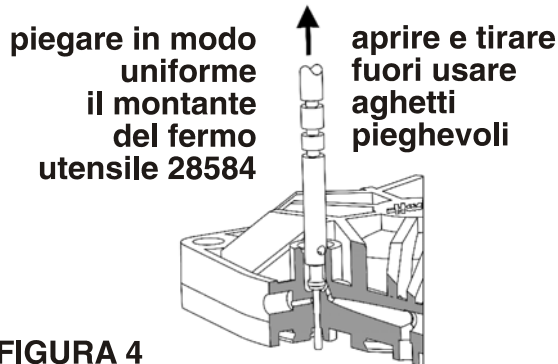

FIGURA 4
2. Rimuovere la molla e l'asta pilota 27375(figura 4).
2. Remova a mola e a haste da válvula piloto PN 27375 (Figura 4).